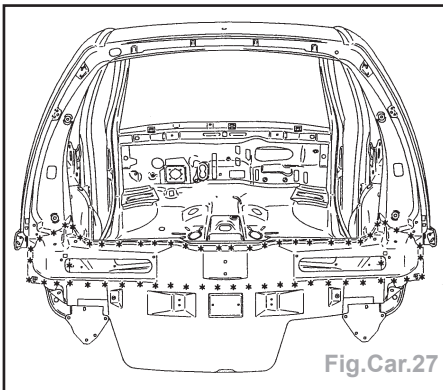

Fig.Car.27
- Dégraffer les points à l'aide d'une fraise de Ø 8 mm (Fig.Car.27).
- Souder par points électriques (Fig.Car.27).